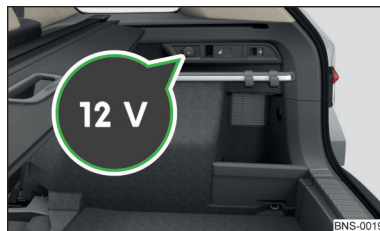

Fig. 132
- Pentru **utilizare**, deschideți capacul prizei » fig. 132 și introduceți fișa consumatorului electric în priză.